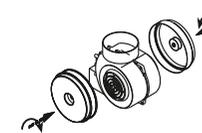

рис. 9
6.4 В зависимости от режима эксплуатации вытяжки соедините вентилятор с вентиляционной решеткой полужестким гофрированным воздуховодом (рис. 8) или установите на вентилятор угольные фильтры, если они предусмотрены. Угольные фильтры устанавливаются на защитные решетки корпуса вентилятора (рис. 9)